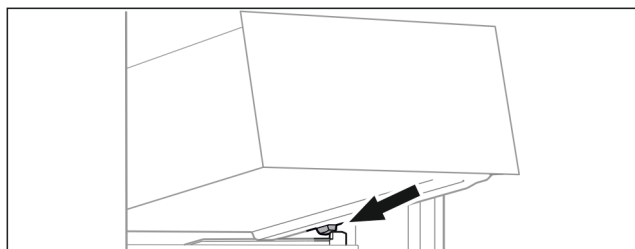

Fig. 28
- Coloque el cajón inclinado detrás de los topes sobre la nervadura para recipientes. (consulte Fig. 28)